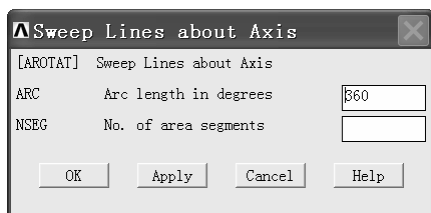
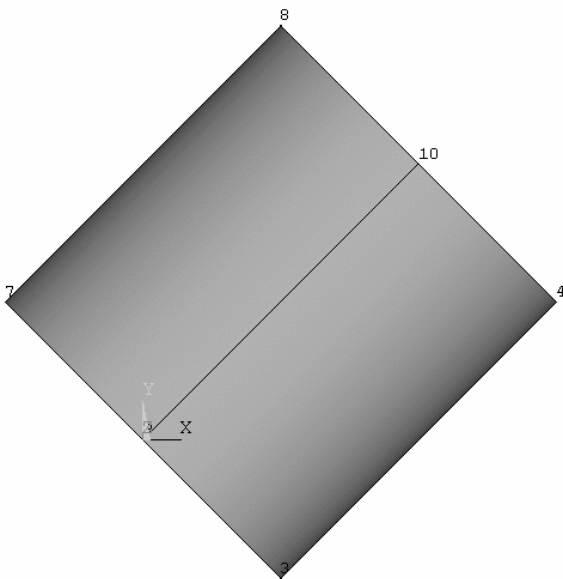

图 3-134 “Sweep Lines about Axis” 窗口
图 3-135 金属杯模型
(12) 依次选择 **Main Menu>Preprocessor>Modeling>Operate>Extrude>Lines>About Axis**，弹出“Sweep Line...”窗口。依次单击选中建立的两条线段，再单击“OK”按钮，重新出现“Sweep Line”窗口。依次单击选中关键点 1 和关键点 2（其实，这两个关键点确定了金属杯的轴线，关键点 2 可能没出现在图形界面中，在靠近关键点 2 的位置单击左键也能选中关键点 2），然后单击“OK”按钮，弹出“Sweep Lines about Axis”窗口（见图 3-134），然后单击“OK”按钮，金属杯模型生成（见图 3-135）。